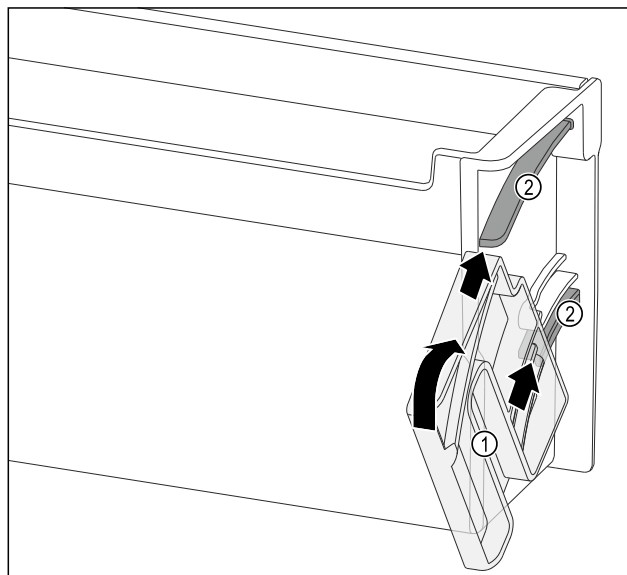

Fig. 100
- Okretnu jedinicu Fig. 100 (1) pozicionirajte tako da su otvori točno nasuprot vodećih kanala Fig. 100 (2) police u vratima.
- Okrenite okretnu jedinicu Fig. 100 (1) u navedenom smjeru.